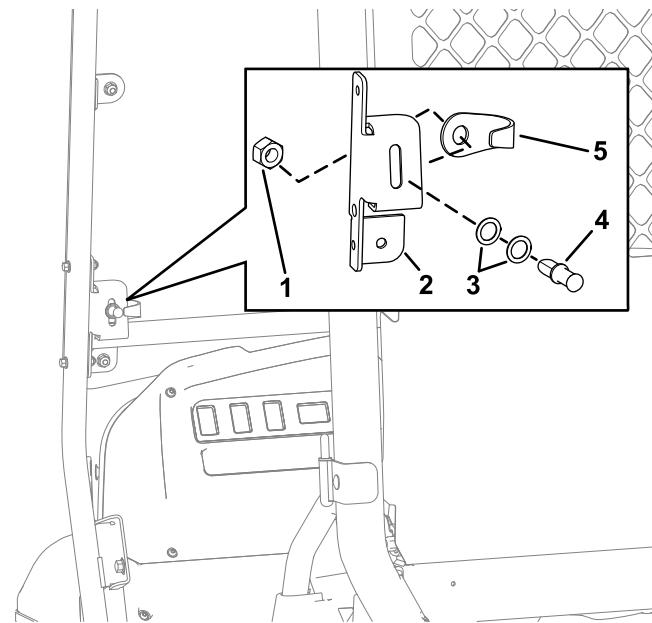

Figura 63
- Alinee el tope de enganche y el protector del tope con el hueco del soporte de montaje, según se muestra en Figura 63.
- Introduzca el tope de enganche (al principio sin arandelas) en el protector del tope (Figura 63).
- Alinee el tope de enganche y la contratuerca con la parte trasera del hueco del soporte de montaje (Figura 63).
- Apriete la contratuerca en el tope de enganche a mano (Figura 63).